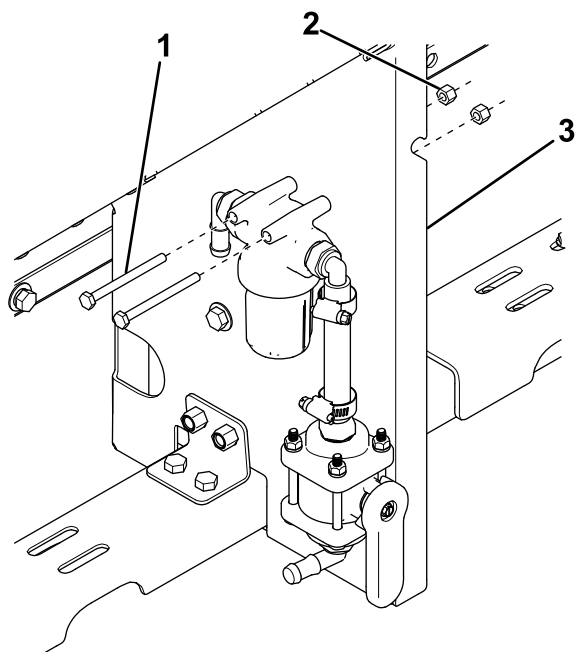

Figure 35
- Fixez le filtre sur le pied de l'épandeur à l'aide de 2 boulons (1/4 x 3 po) et écrous (Figure 35).